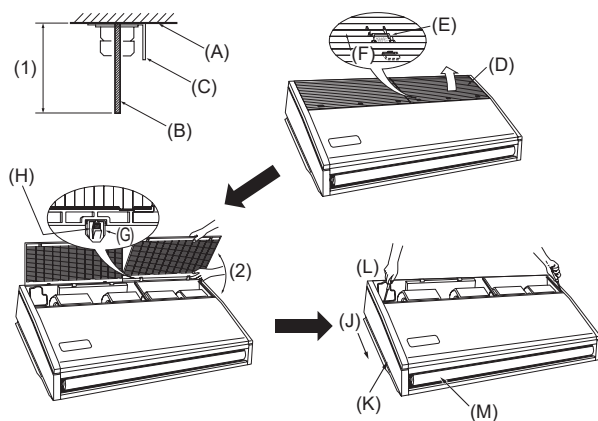

Afb. 3-2
3.2. Voorbereidingen voor de montage (Afb. 3-2)